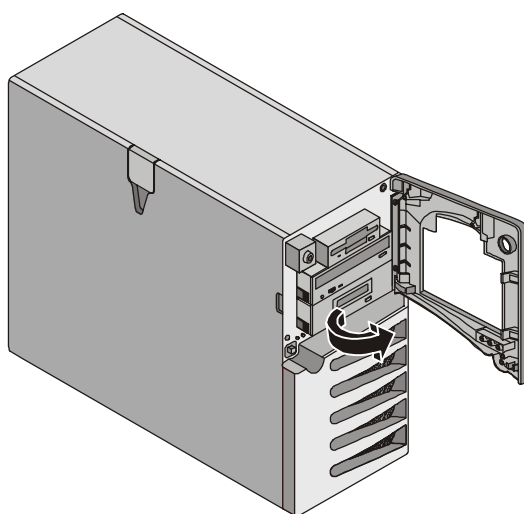

Figura 3-2. Bastidor superior (abierto)
- La llave de bloqueo, el botón de alimentación y los indicadores de estado del sistema y de LAN están situados dentro de bastidor frontal superior. Consulte la Figura 3-2.
3. Sostenga el bastidor por la entalladura del panel lateral y tire de él hacia la derecha para abrirlo. Consulte la Figura 3-2.